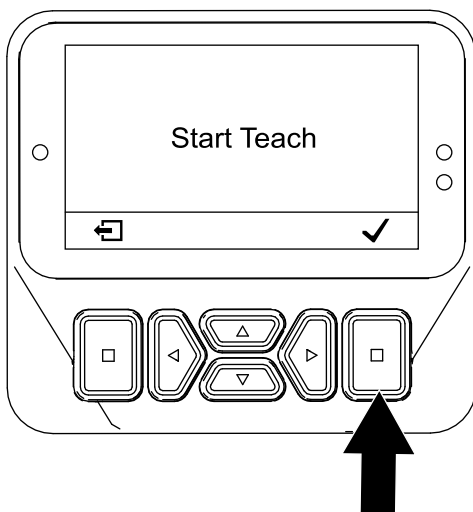

Figura 63
5. En la pantalla PRESS OK TO START TEACH (Pulse Ok para iniciar la enseñanza) (Figura 63), pulse el botón de seleccionar.